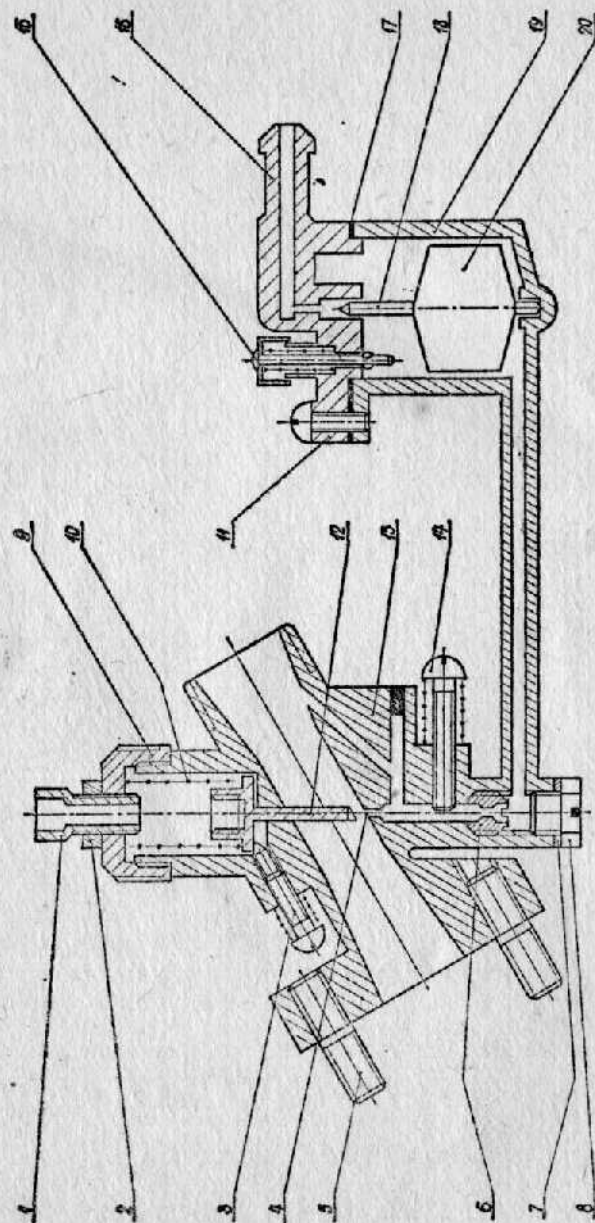

Рис. 6. Схема карбюратора К345:
Втулка 1 имеет продольный паз 10, а втулка 2 — винтовой паз 9, между которыми находится ползунок 3, соединенный с гибким тросом и дросселем 7 карбюратора (рис. 6).
Карбюратор (рис. 6) состоит из корпуса 13, крышки поплавковой камеры 11, поплавка 20 с иглой 18, дросселя 12 и жиклера 6. Топливо из бака через фильтр топливного крана по топливопроводу поступает самотеком к штуцеру крышки 16 и заполняет поплавковую камеру.
5. При положении ручки управления дросселем карбюратора на себя до упора проверить полное открытие диффузора карбюратора, для чего снять воздухоочиститель. При необходимости отрегулировать винтом 1 (рис. 6).
3. При запуске холодного двигателя следует нажать на кнопку утопителя 15 (рис. 6) до полного заполнения поплавковой камеры (топливо должно показаться из-под колпачка утопителя). При запуске прогретого двигателя нажимать на кнопку утопителя не надо.
Если двигатель глохнет, вернуть винт 3 (рис. 6) на 1÷2 оборота. При повышенных оборотах холостого хода вывернуть винт 3 на 1÷2 оборота.